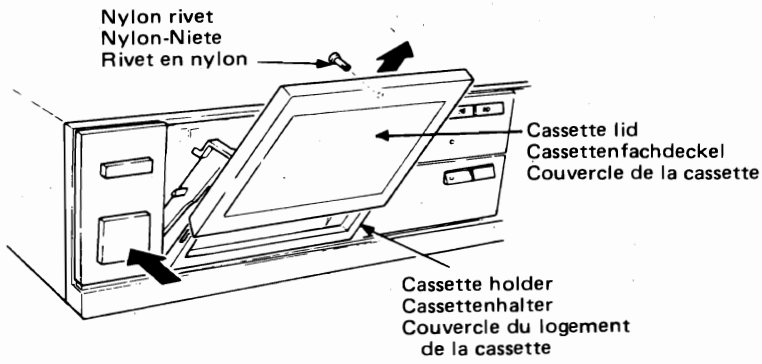

Fig. 2 Abb. 2
3. Cassette Holder (Fig. 2)
3. Cassettenhalter (Abb. 2)
3. Couvercle du logement de la cassette (Fig. 2)